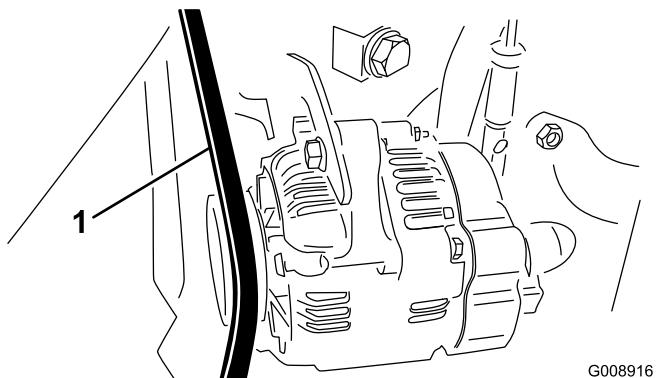

Figura 69
2. Compruebe la tensión flexionando la correa del alternador/ventilador en el punto intermedio entre las poleas del alternador y del cigüeñal con una fuerza de 30 N·m (Figura 69).